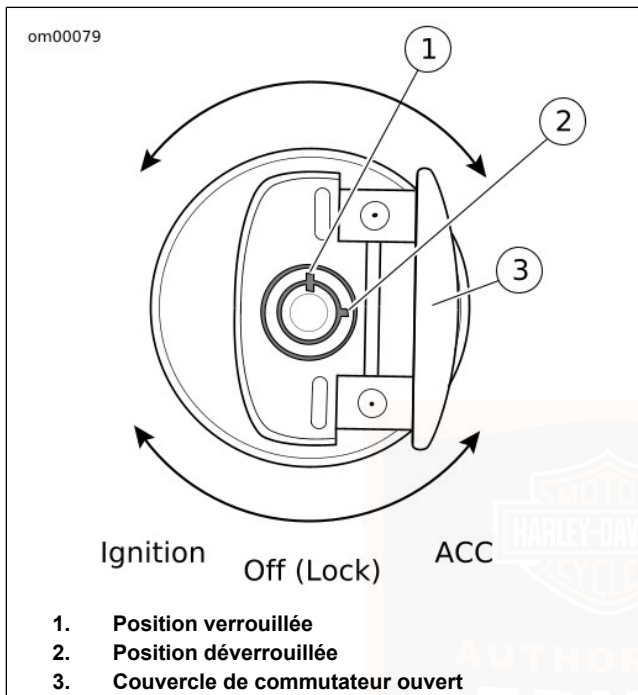

Figure 3. Interrupteur à clé d'allumage/phare : modèles Softail
1. Voir la Figure 3. Vérifier que l'interrupteur est bien en position verrouillée.
2. Voir la Figure 3. Mettre l'interrupteur à clé d'allumage/phare en position allumage (IGNITION) et appuyer sur le commutateur du DÉMARREUR pour mettre en route le moteur du démarreur.
2. Voir la Figure 3. Tourner la clé de contact vers la position arrêt (OFF) pour couper le contact.